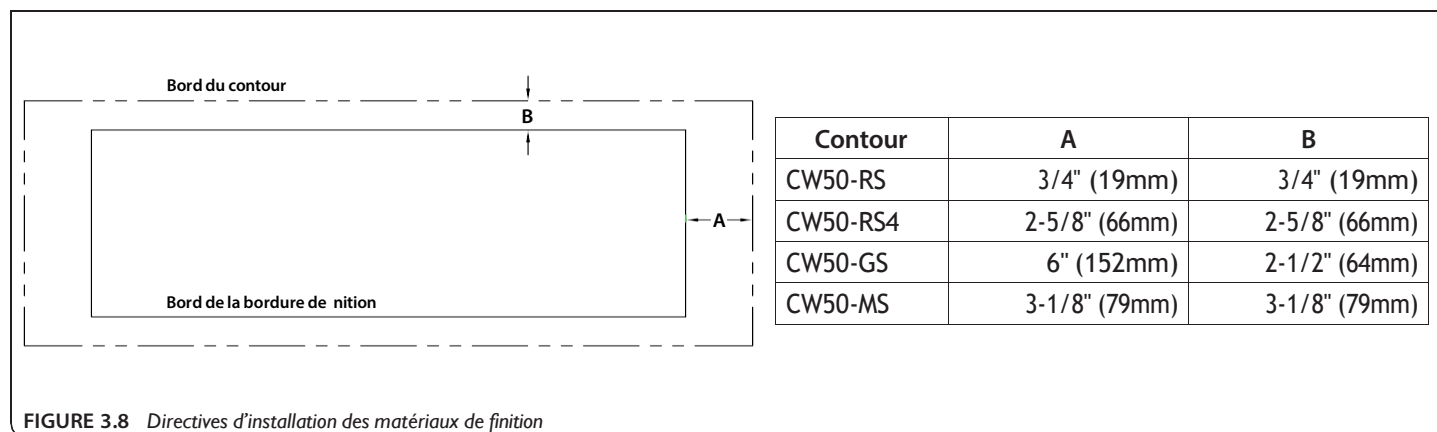

FIGURE 3.8 Directives d'installation des matériaux de finition
- La **FIGURE 3.8** montre les limites des matériaux de finition, mesurées à partir du bord de finition, pour permettre d'installer l'un des contours optionnels.